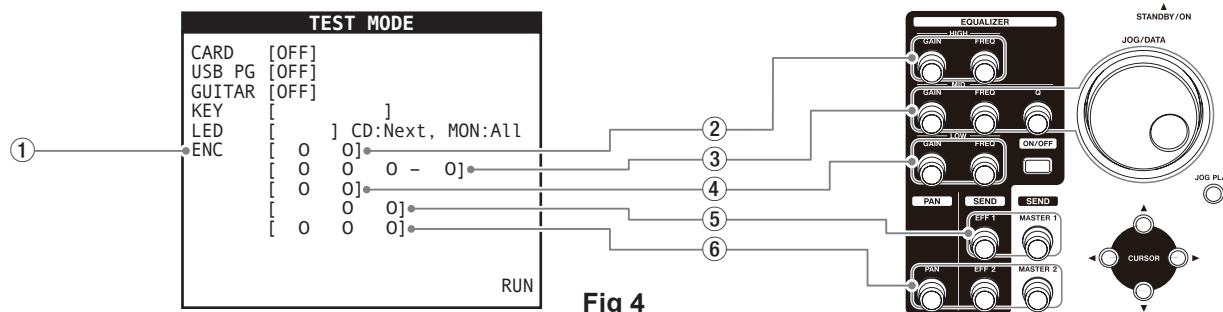

Fig 4
The ENC rows on the **TEST MODE** screen (Fig. 4-①, 2-⑥) are arranged to correspond to the positions of the actual **encoder** knobs. Turning an encoder knob right will cause the value inside the corresponding ENC row brackets [ ] to increase, and turning the knob left will cause the value to decrease.
**[TEST MODE]**画面に表示するENC欄 (Fig4-①、②~⑥) の配列が、実際の **ENCODER** ノブと同じ位置に対応しているので、ENC欄の対応する "[ ]" 内の数字が、各 **ENCODER** ノブを右回転させると増加し、左回転すると減少することを確認する。